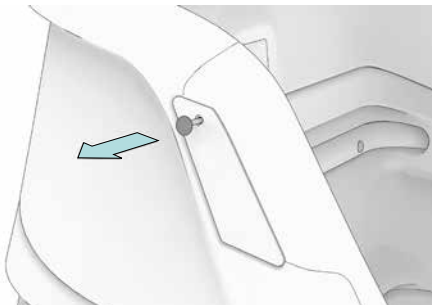

Abb. 24
Im seitlichen Bereich des Ortho-Safety-Collar die Gewinde-Verschlusskappen entfernen (Abb. 24) und danach die Fidlock®-Gegenhalter ⑧ handfest einschrauben (Abb. 25).